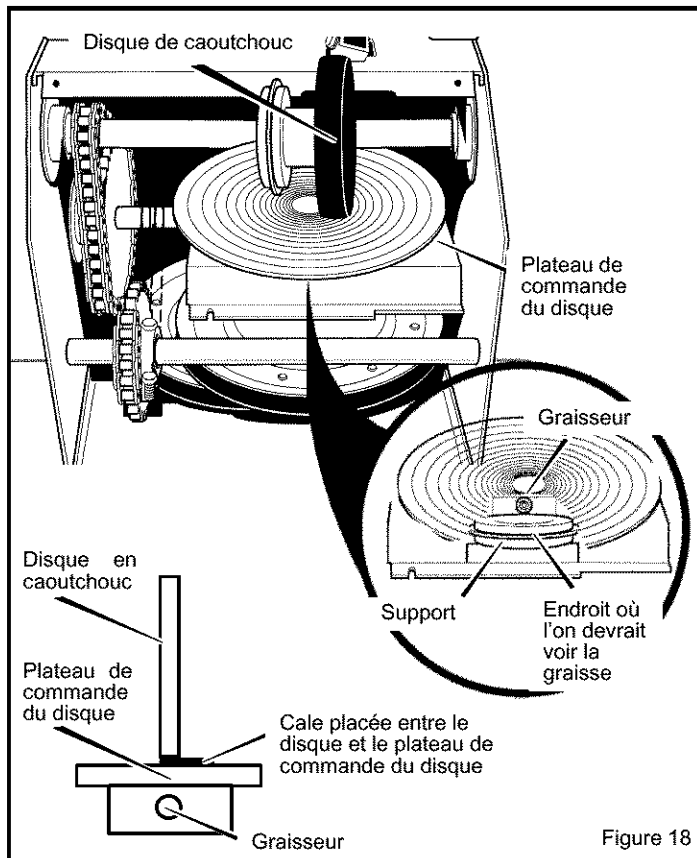

Figure 18
4. Faire tourner à la main le plateau de commande du disque de dessous dans le sens des aiguilles d'une montre jusqu'à ce que le graisseur soit bien visible au centre (Voir Figure 18).
6. Pour le graissage, utiliser un pistolet à graisse et de la graisse à haute température EP Moly. Voir les détails en Figure 18. **NE PAS** verser de quantité excessive d'huile et **ÉVITER** que de la graisse entre en contact avec le plateau de commande ou le disque car cela endommagerait le caoutchouc. Remplir le graisseur jusqu'à ce que la graisse apparaisse sous le support situé sous le graisseur.